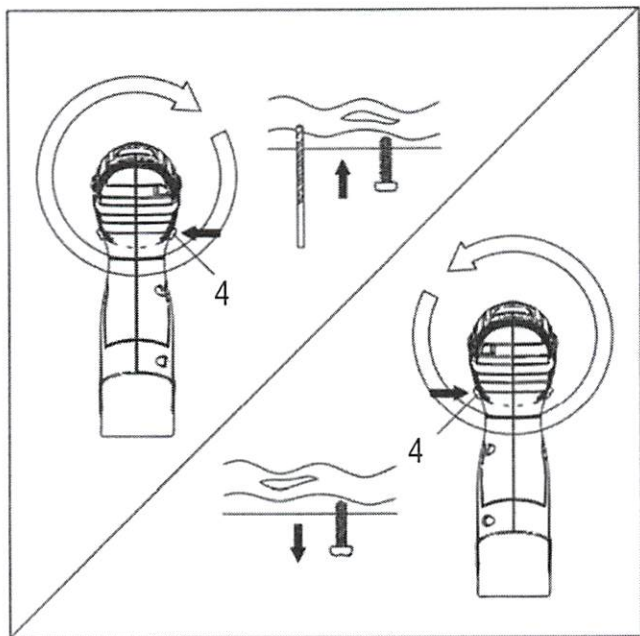

Fig. 5 – Sentido de rotação
Após o motor parar, selecione o sentido de rotação no botão de reversão (4), conforme mostra a Fig. 5.